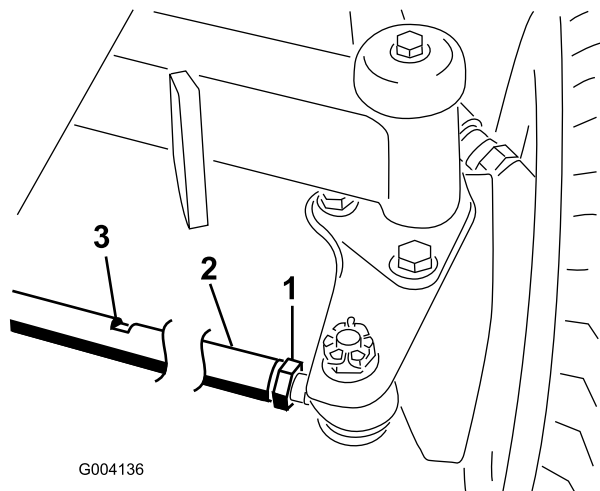

Figura 71
2. Allentate il controdamo da ciascun lato del tirante (Figura 71).